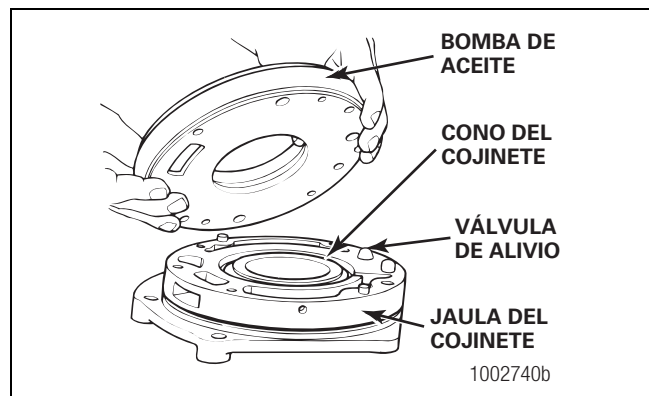

Figura 3.35
- D. Retire los tornillos prisioneros que sujetan la bomba de aceite a la jaula del cojinete de entrada. Separe la bomba de aceite de la jaula. Figura 3.35.